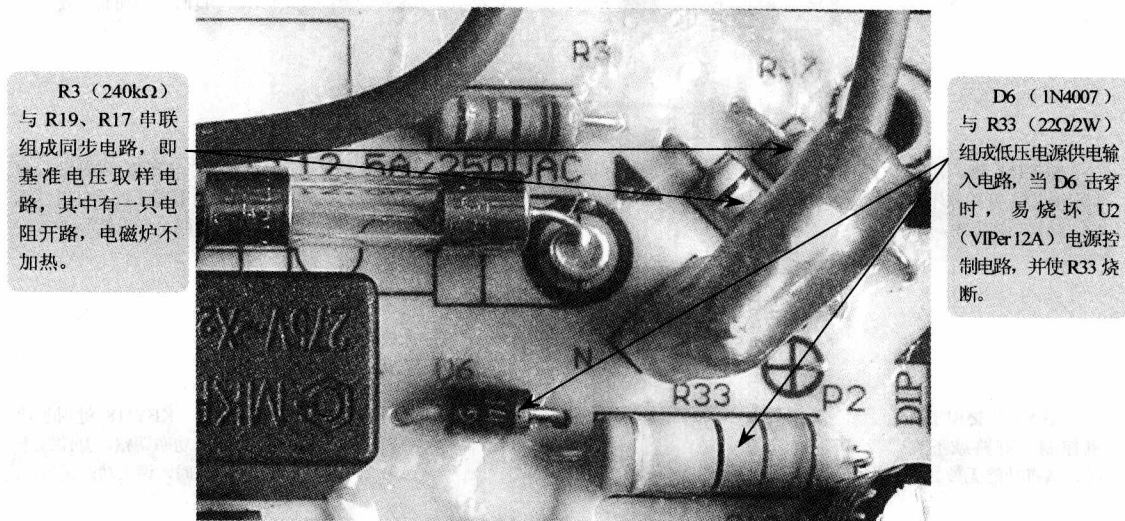

图 1-6 美的 C19—SH1982 型电磁炉 R3 基准电压取样电阻实物图
①	STB	10.0	16.0
②	CLK	10.0	16.0
③	DA	8.0	16.0
④	+5V	6.3	13.0
⑤	GND	0	0
经检查, U1 的③脚始终输出 0.6V 高水平, 因而说明 Q2 也一直是处于截止状态 (电路原理图如图 1-4 所示)。再进一步检查, 发现最终是 R3 呈开路性损坏, 如图 1-6 所示。用 240k Ω 碳膜电阻更换后, 故障被排除。
小结: 在如图 1-6 所示中, R3 与 R19、R17、R14 等组成基准电压取样电路, 并将取样电压送入 U1 (S01A—V4) 的②脚, 其电路原理与采用 CM339N 四比较器中的同步电路相同, 因此, 当 R3 或 R19、R17 中有一只电阻开路时, U1 的②脚就无基准电压输入, 进而使 U1 ③脚输出高电平 (0、6V), Q2 截止, IGBT 管不工作, 电磁炉处于待机保护状态。